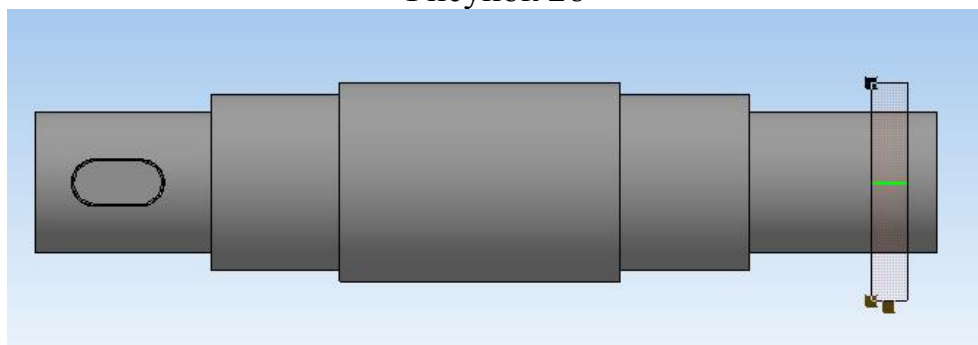

Рисунок 27.
10. Выберите команду **Вырезать выдавливанием**. Задайте параметры выреза – **Два направления**, задать **Расстояние 1 и 2 –Через все**. Получаем сквозное отверстие (рисунок 27). (Обратите внимание, отверстие должно находится не на одной плоскости со шпоночным пазом).